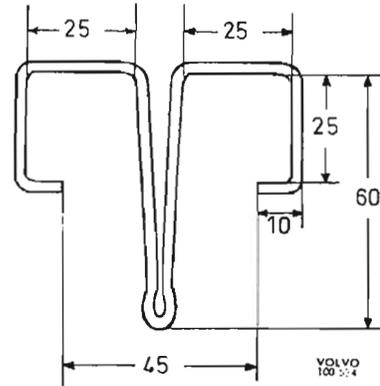
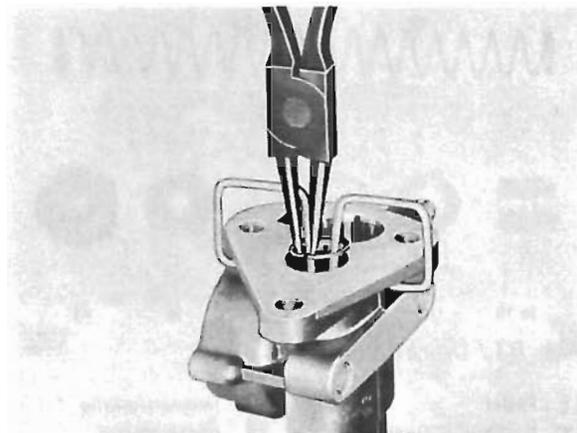

Abb. 91 Federklammer
Abb. 92 Abziehen der Innensicherung
5. Führungshülse (20), Dichtung (19) und Abstandhülse (18) ausbauen. Die Rückholfeder des Druckzylinders mit einer gemäß Abb. 91 gefertigten Klammer zusammengepreßt arretieren, siehe Abb. 92. Danach den Sicherungsring (17) vorsichtig mit Hilfe einer Sicherungsringzange abziehen. Provisorische Klammer entfernen und übrige Teile ausbauen.
1. Kolbendichtung (14, Abb. 94) auf den neuen Druckkolben (15) mit bereits eingebauter, inwendiger Dichtung (13) aufziehen. Feder (11) am Kolben anbringen. Diesen in Bremsflüssigkeit tauchen und die Feder in den Zylinder einführen, siehe Abb. 95. Scheibe (16) auflegen und den Kolben vorsichtig mit Hilfe der Klammer eindrücken. Ebenso vorsichtig den Sicherungsring einsetzen, vgl. Abb. 92. Nachprüfen, daß dieser vorschriftsmäßig in der Nut einrastet. Abstandhülse (18) mit Dichtung (19) einbauen. Hülse (20) eindrücken.
2. Dichtungsmanschetten (7 u. 10) entspr. der Abbildung seitenrichtig auf den Regulierkolben ziehen. Scheiben, Federn und Sicherungsscheibe (3) einbauen.